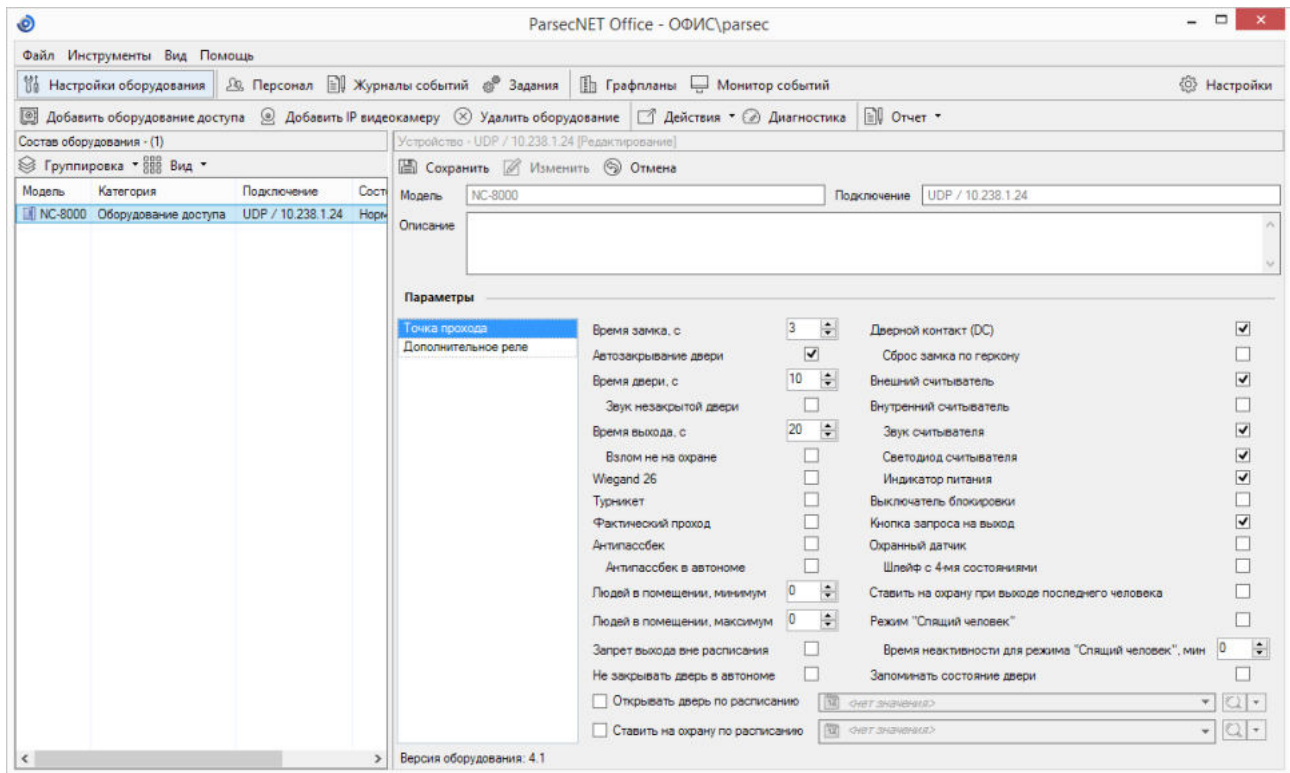

Рисунок 25. Настройка контроллера в ParsecNET Office
- подключение по Ethernet. Контроллер отображается на канале UDP (рисунок 25).